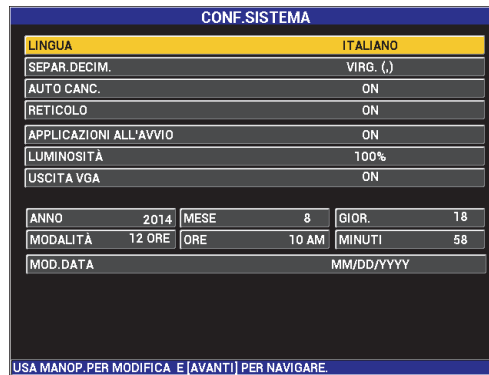

Figura 4-1 La schermata CONF.SISTEMA
1. Premere due volte il tasto di menu ADV SETUP () (→ )), ed in seguito premere il tasto B per accedere alla schermata **CONF.SISTEMA** (vedere Figura 4-1 a pagina 76).
1. Premere due volte il tasto di menu ADV SETUP () e, ed in seguito premere il tasto B per accedere alla schermata **CONF.SISTEMA** (vedere Figura 4-1 a pagina 76).
3. Nella schermata **CONF.SISTEMA** (vedere Figura 4-1 a pagina 76), usare il tasto FULL NEXT () per selezionare il parametro desiderato ed in seguito usare la manopola per modificare questo valore: